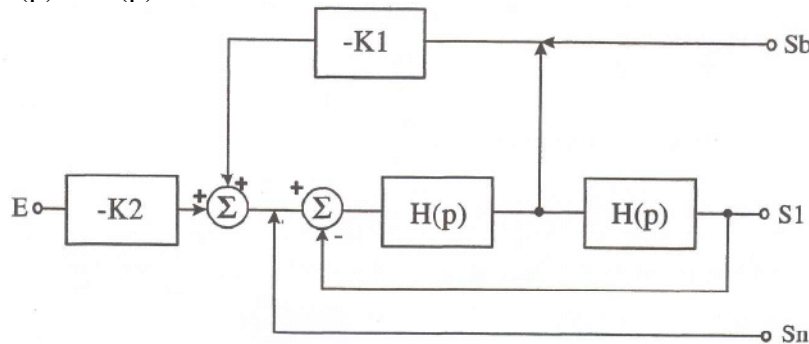

Fig.7
On utilise le montage précédent pour créer des filtres plus complexes en utilisant la structure de la fig 7 où  $H(p) = -H'(p)$ .
*En considérant respectivement les entrées E et Sb montrer que cette structure est équivalente à celle décrite sur la fig 7 (donner les expressions de K1 et de K2 en fonction de R1, R2 et R3).*